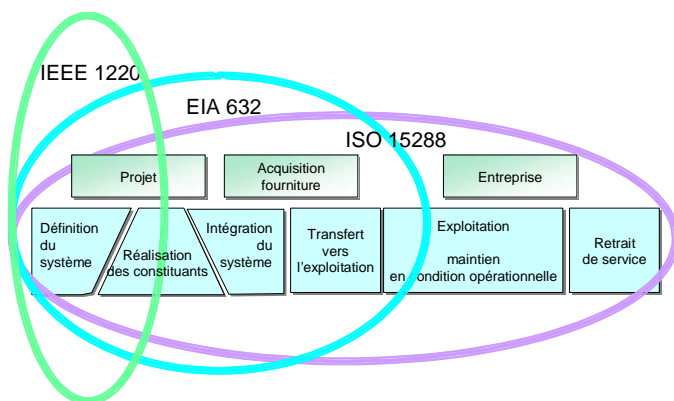

Figure 1. Domaines de processus couverts par les normes
- sont complémentaires : la figure 1 indique leurs couvertures respectives (en termes de domaines de processus couverts), sachant qu'elles sont d'autant plus détaillées qu'elles ont une couverture plus étroite,